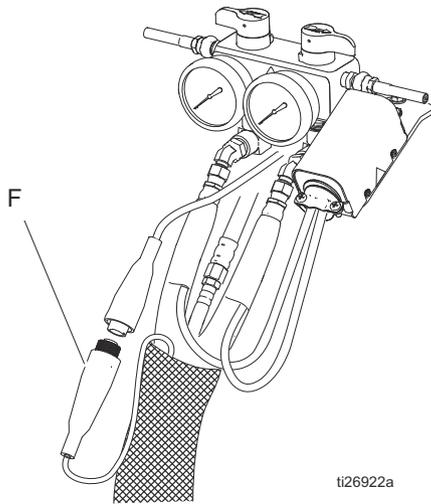

図 11 加熱ホース
3. リアクタ (図 11) の FTS ケーブル (F) を外します。